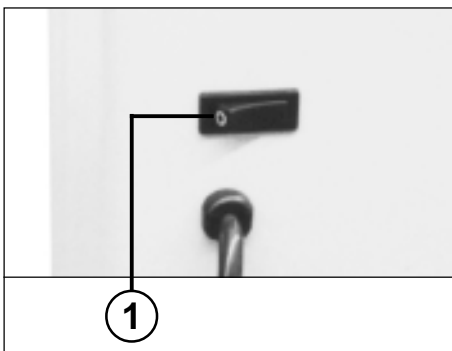

Fig. 1
- 1 = Interruttore a bilico "Pronto funzione" (Fig. 1)**
Inserire la macchina tramite l'interruttore a bilico (1) (Fig. 1). La spia dell'indicatore di controllo "Pronto funzione" (5) e la spia del tasto di arresto "S" (3) (Fig. 2) si accendono per indicare che la macchina è pronta a funzionare.
Sollecitando il motore oltre i limiti avviene il blocco. Premere quindi l'interruttore a bilico di disinnesto (1) (Fig. 1).
Aver cura di disinnestare l'apparecchiatura di notte (premere l'apposito interruttore a bilico (1) (Fig. 1)).